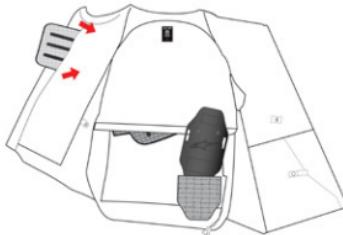

図15
- 胸部を覆うエアバッグの前面部分について、クリップを開き、エアバッグの前面と背面にある面ファスナー パッチを取り外します。最後に、右袖の上にある開口部からエアバッグを取り外します(図15)。